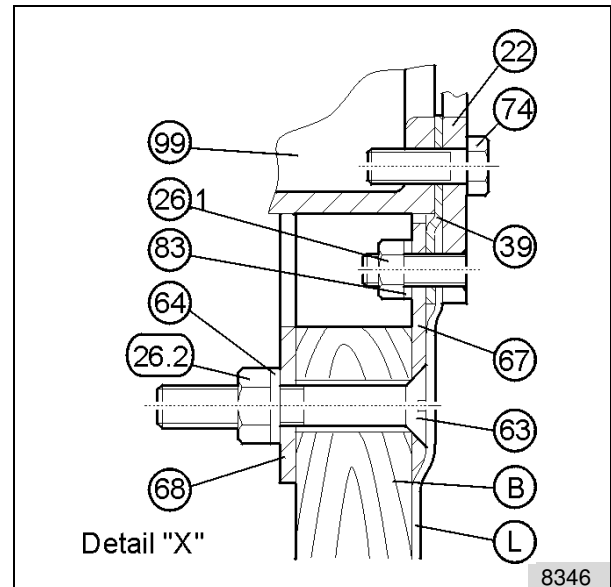

Abb. 18: Detail X
Den Haltering (67) mit der Unterlegscheibe (68) an die Beckenwand montieren. Die Folie (L) einhängen. Die Folie (L) und die Flachdichtung (39) zusammen mit dem Klemmring (22) festklemmen und die Folie (L) ausschneiden. Den Einbausatz (92) am Klemmring (22) mit den Schrauben (74) montieren. Siehe auch Detail X in Abb.18.